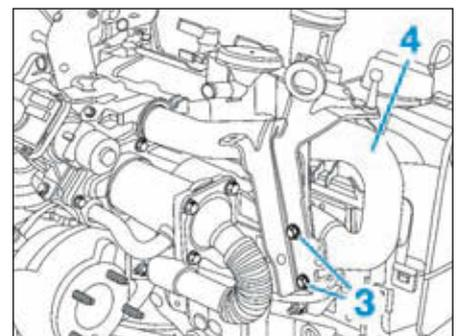

FIG.66
- les vis de l'anneau de levage (3) (Fig.66),
- le tube métallique d'admission (4),